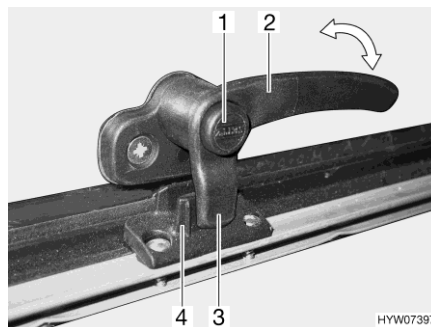
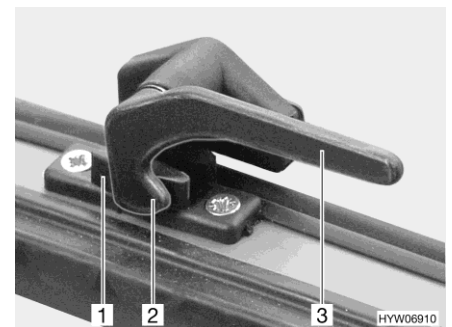

Bild 93 Verriegelungshebel mit Sicherungsknopf in Stellung "geschlossen"
Bild 94 Verriegelungshebel in Stellung "geschlossen"
- Wenn vorhanden, Sicherungsknopf (Bild 93,1) drücken und gedrückt halten.
- Alle Verriegelungshebel (Bild 93,2 oder Bild 94,3) eine viertel Umdrehung zur Haubenmitte hin drehen.
- Alle Verriegelungshebel (Bild 93,2 oder Bild 94,3) eine viertel Umdrehung zum Rahmen hin drehen. Die Verriegelungsnase (Bild 93,3 oder Bild 94,2) liegt auf der Innenseite der Haubenverriegelung (Bild 93,4 oder Bild 94,1).
- in Stellung "fest verschlossen" (Bild 93 und Bild 94)